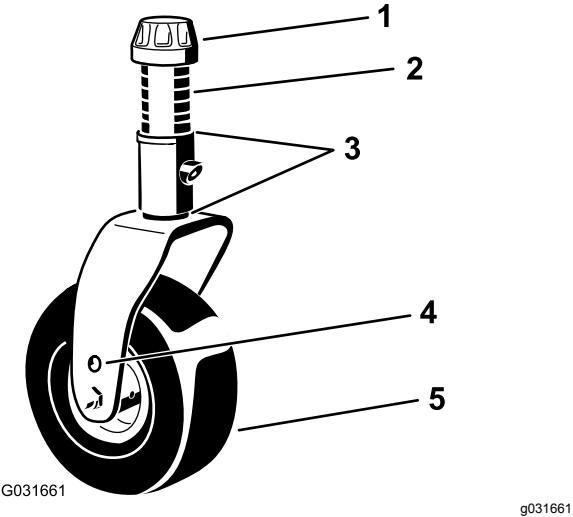
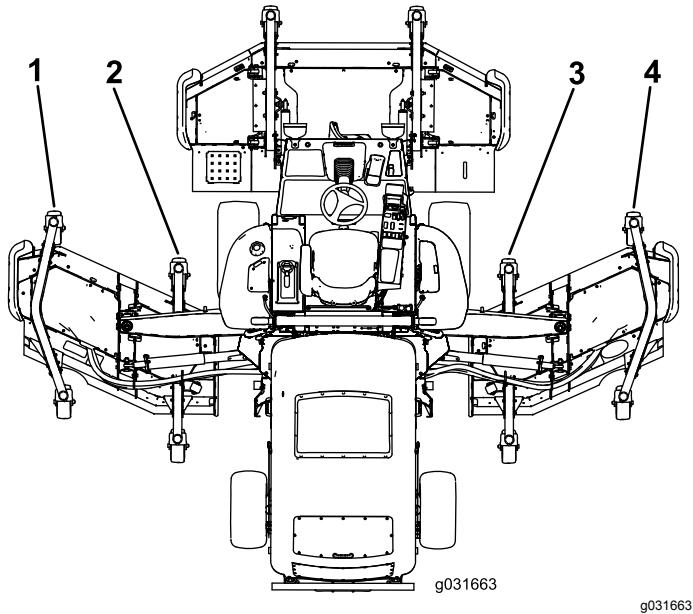

Рисунок 28
Рисунок 29
- Если внутренняя кромка бокового режущего блока находится слишком высоко по отношению к наружной кромке переднего режущего блока, снимите одну регулировочную прокладку с нижней части рычага переднего внутреннего поворотного колеса на боковом режущем блоке (Рисунок 28 и Рисунок 29).
бокового режущего блока (Рисунок 28 и Рисунок 29).
7. Если внутренняя кромка бокового режущего блока находится слишком низко по отношению к наружной кромке переднего режущего блока, добавьте одну регулировочную прокладку (толщиной $\frac{1}{8}$ дюйма) на нижнюю часть рычага переднего внутреннего поворотного колеса бокового режущего блока (Рисунок 28 и Рисунок 29).